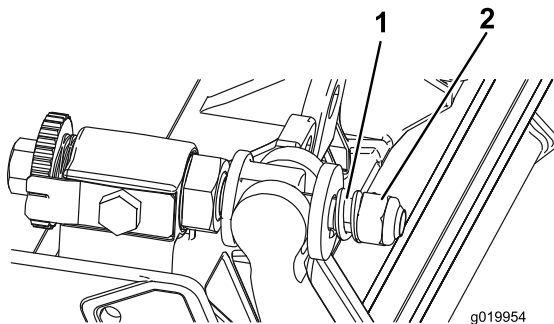

図 28
3. スプリングがつぶれるまでテンション・ナットを締め、そこから半回転戻す図 28。
10. 各ベッドバーアジャスタ・アセンブリを締め付けて圧縮スプリングを完全に圧縮し、そこから1/2回転だけ戻す図 28。